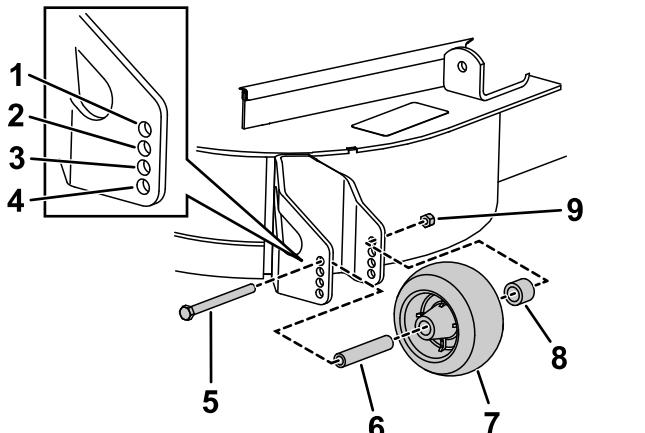

Figura 14
- Depois de regular a altura de corte, ajuste os rolos retirando a porca flangeada, a bucha, a cunha e o parafuso (Figura 14).
- Coloque a porca flangeada, a bucha, a cunha e o parafuso. Aperte com uma força de 54 a 61 N·m. Figura 14